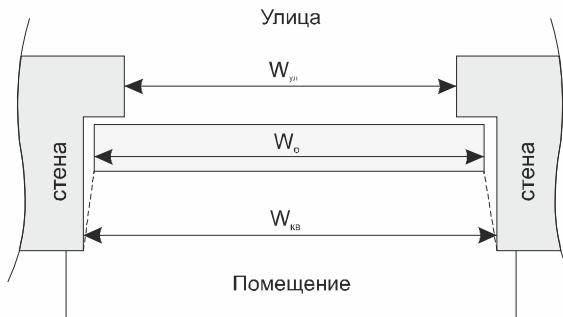

Рис. 7
- 2 Замерить ширину проема с улицы ($W_{\text{ул}}$). Замерить ширину проема со стороны помещения ($W_{\text{кв}}$). (Рис.7)